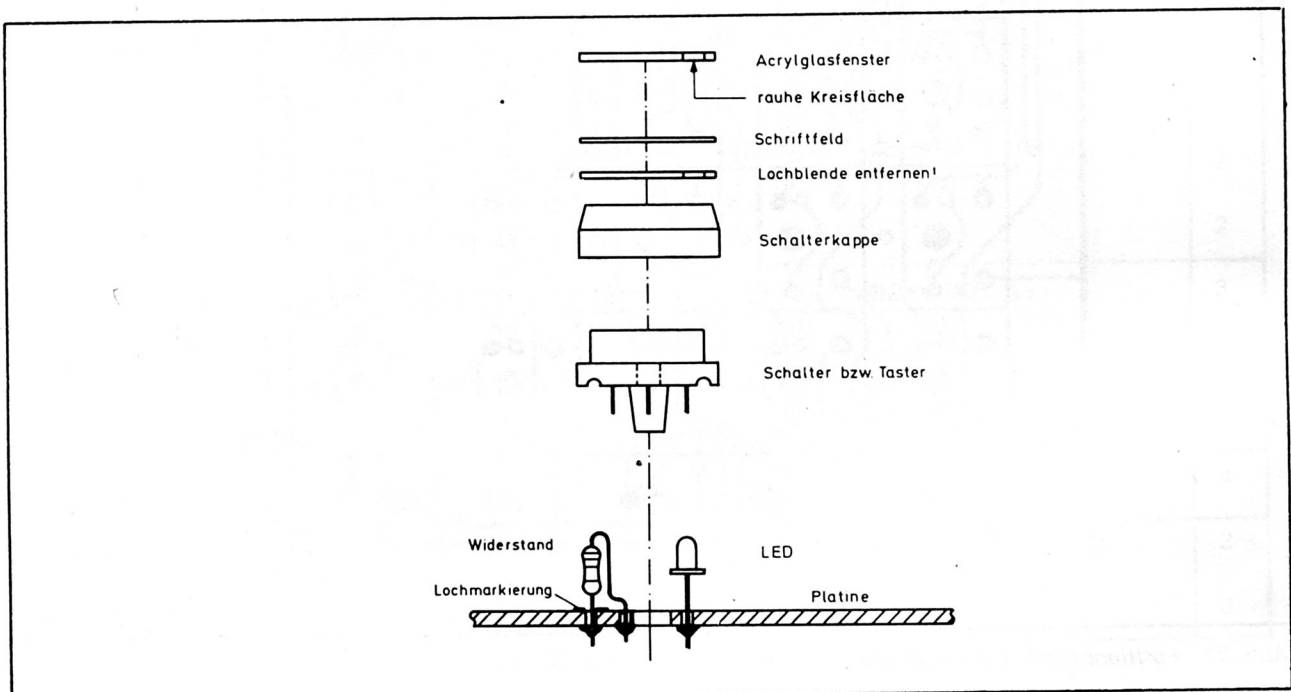

Abb. 33: Einbau der Schalter und Schalterkappen
- Bestücken Sie die Widerstände R 1 bis R 15, sie müssen stehend – Körper über dem Kreis des Positionsdrucks – eingebaut werden. Beachten Sie auch Abb. 33.
- Bauen Sie nach Abb. 33 die 15 Schalter auf die Positionen S 1 bis S 15. Löten Sie alle Schalter zunächst nur an einem Punkt fest, Sie erleichtern sich dadurch das saubere Ausrichten in eine Flucht, und löten Sie zuletzt an allen Schaltern die beiden übrigen Anschlußpunkte.
- Drücken Sie nach Abb. 33 von der Innenseite der Schalterkappe her die Lochblende und das Acrylglasfenster heraus.
| 10       | 640031      | 15        | Rafi - Druckschalter               | S 1 bis S 15, Abb. 33  | 3        |
| 11       | 640032      | 15        | Schalterkappen                     | Zu Pos. 10, Abb. 33  | 3        |
| 12       | 640033      | 15        | Schalter-Acrylglasfenster          | Zu Pos. 11, Abb. 33  | 3        |